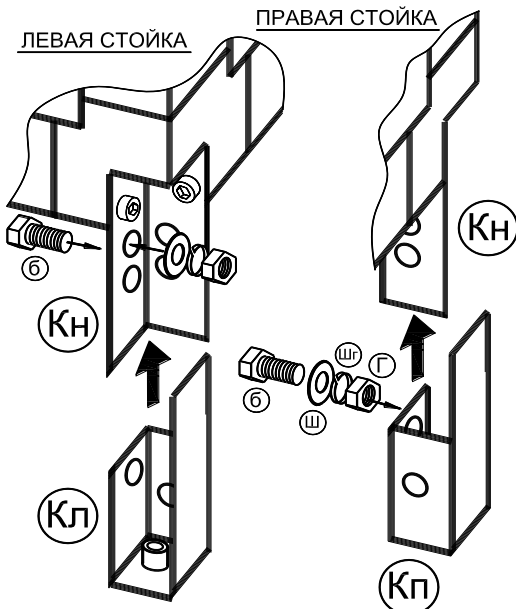
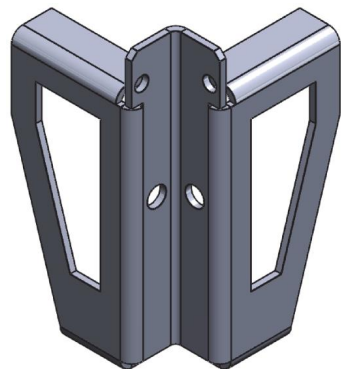

Рисунок 2.1.1
Рисунок 2.1.2
2.1.4. В состоянии поставки на секции установлен штатный комплект ножек для напольного исполнения (см. рис. 2.1.1), который можно перемонтировать согласно рисунку 2.4.
Для установок, в состав которых входит секция сотового увлажнения (см. п. 2.3.9), в поставку прилагается дополнительный комплект ножек (см. рисунок 2.1.2), который устанавливается на все секции установки вместо штатного комплекта. Система крепления аналогична указанной на рис. 2.1.1.